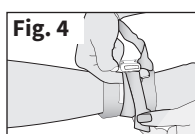
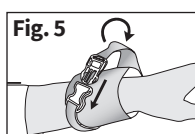

Fig. 4
Fig. 5
3. Schließen Sie die Schnalle des Schnellverschlusses an der Manschette. Stecken Sie EINEN Finger (flach) unter die Schnalle und ziehen Sie den Gurt straff, aber nicht zu fest, um die Durchblutung nicht zu beeinträchtigen (Abb. 4). Lösen Sie die Schnalle des Schnellverschlusses, drehen Sie die Schnalle um 180° und schließen Sie sie wieder (Abb. 5). Es muss ein Einschnappgeräusch zu hören sein.